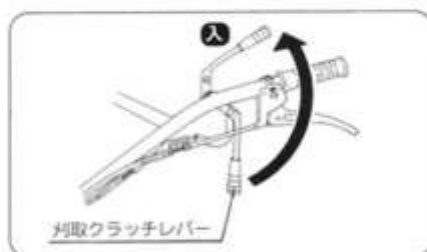

図35
- ③ 刈取クラッチレバーを【入】位置にして、ハンマーロータを回転させます。(図35)